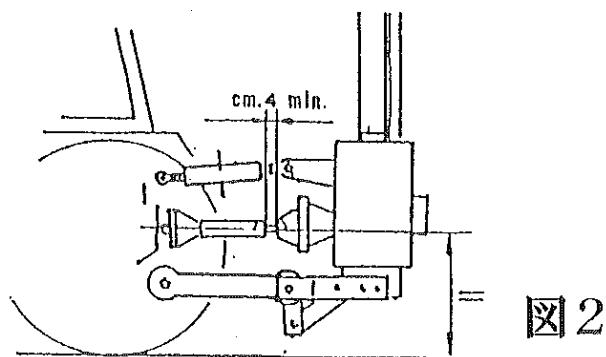

図2
- ・ トラクターの油圧リフトで本気をトラクター側の PTO でシャフトにできるだけ近い位置に置き、PTO シャフトの接続に必要な最小の長さを確認してください。（図2）